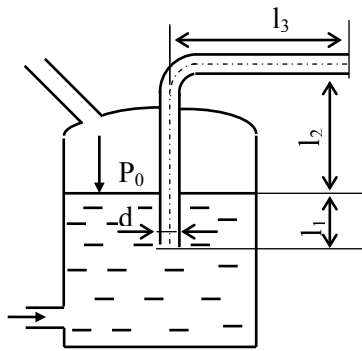

Рисунок 8.10
8.2.14 В закритому резервуарі підтримується сталий рівень і сталий манометричний тиск P_m (рис. 8.10). Визначити витрату води в трубі при заданих l_1, l_2, l_3, d ; закруглення труби має центральний кут повороту $\alpha = 90^\circ$. Коефіцієнт Дарсі прийняти λ .